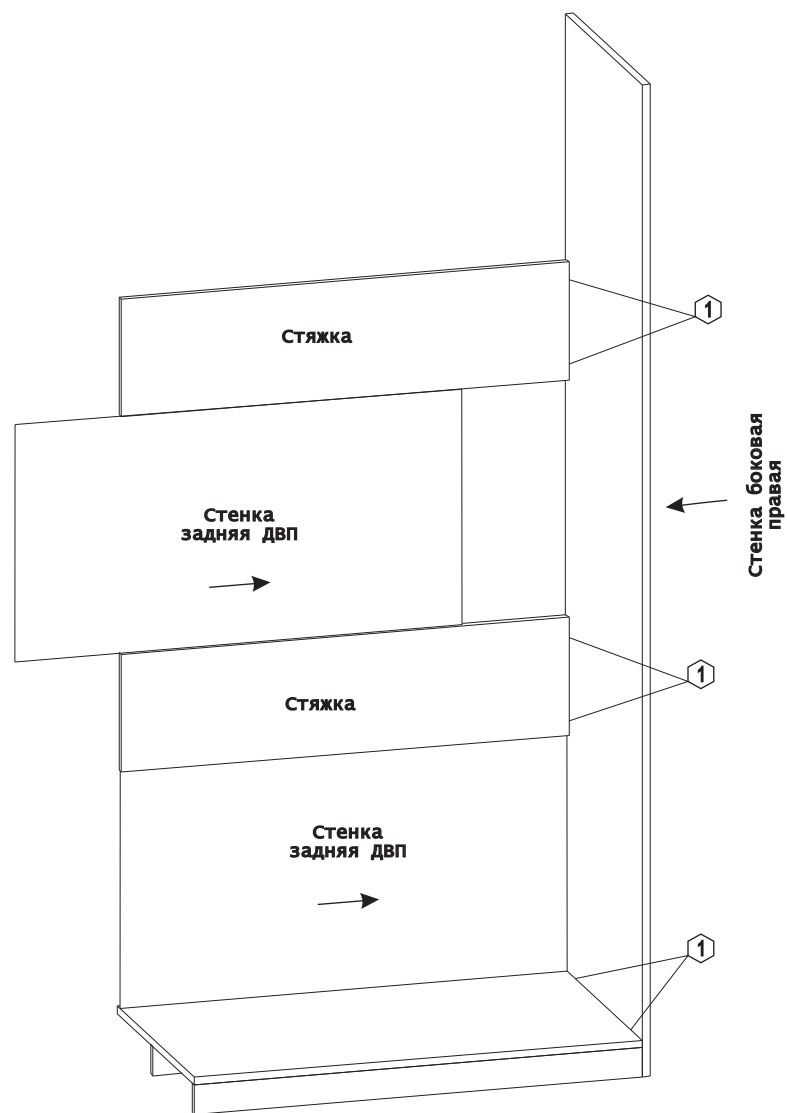

Рис. 2
2. К собранной конструкции закрепите стенку боковую правую см. Рис.2: